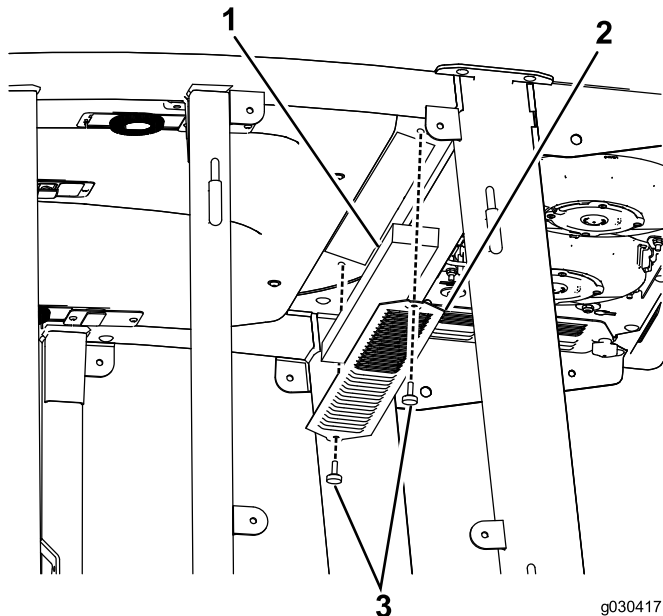
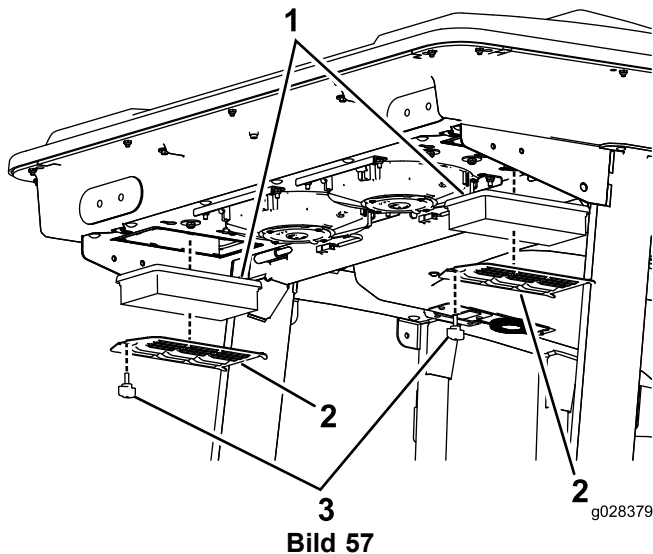
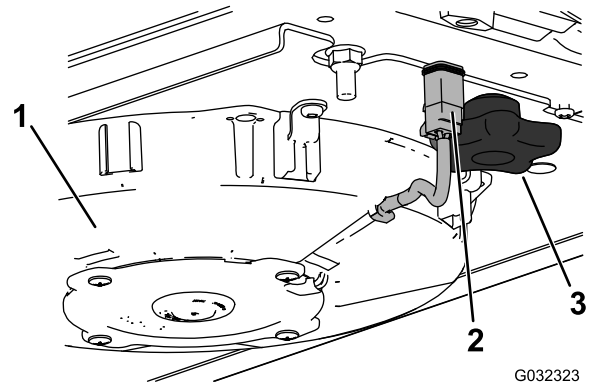

Bild 56
Bild 57
Bild 58
1. Nehmen Sie die Daumenschrauben und Gitter vom internen Kabinenfilter und den hinteren Kabinenfiltern ab (Bild 56 und Bild 57).
2. Schließen Sie das Kabel jedes Lüfters ab (Bild 58).
3. Entfernen Sie die zwei Handräder und nehmen den Lüfter ab (Bild 58).
5. Entfernen Sie die Luftfilter (siehe Bild 57).
7. Setzen Sie die Luftfilter, das Gitter und den Lüfter ein (Bild 57, Bild 59 und Bild 58).
8. Schließen Sie das Kabel jedes Lüfters an (Bild 58).